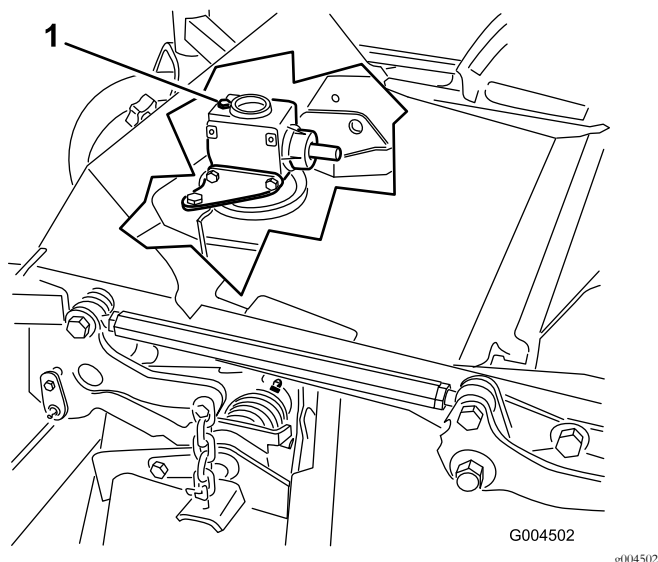

Figure 34
6. Retirez le bouchon de remplissage-jauge au sommet du boîtier d'engrenages et vérifiez que le niveau de lubrifiant se situe entre les repères sur la jauge (Figure 34).
6. Retirez la jauge-bouchon de remplissage au sommet du boîtier d'engrenages (Figure 34).